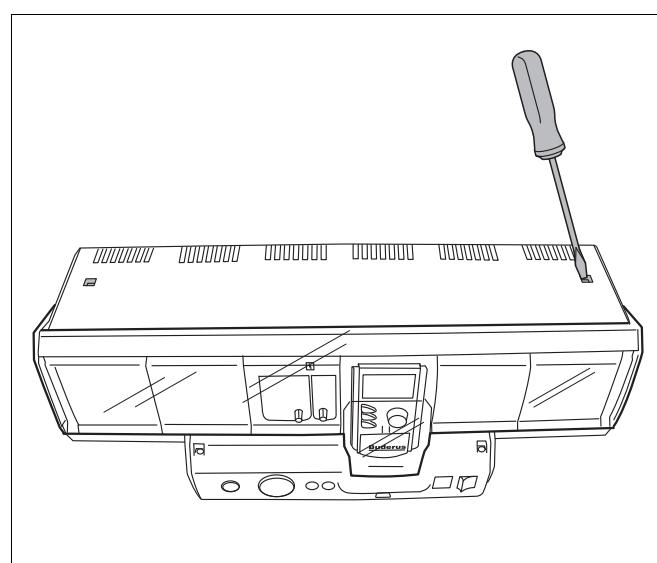

Рис. 2 Крышка системы управления, отверните винты
- Отверните винты крышки и снимите ее с системы управления (→ рис. 2).
- Откройте крышку системы управления (→ рис. 2, стр. 6 и рис. 9).